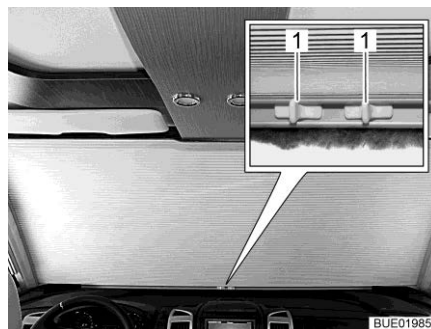

Bild 103 Manuell mörkläggningsgardin, stängd
- Tryck ihop handtagen (Bild 103,1).